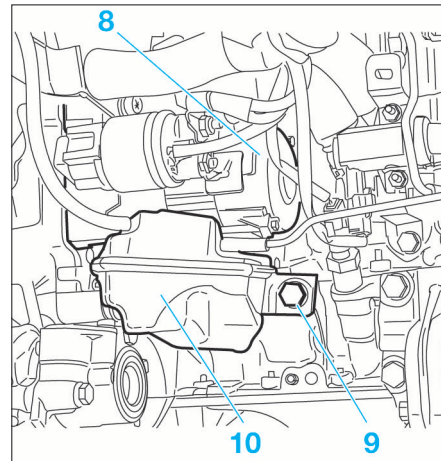
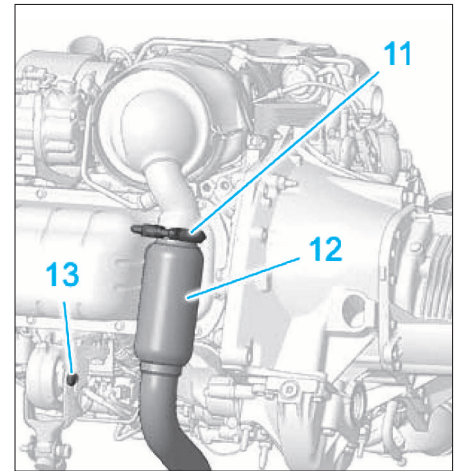
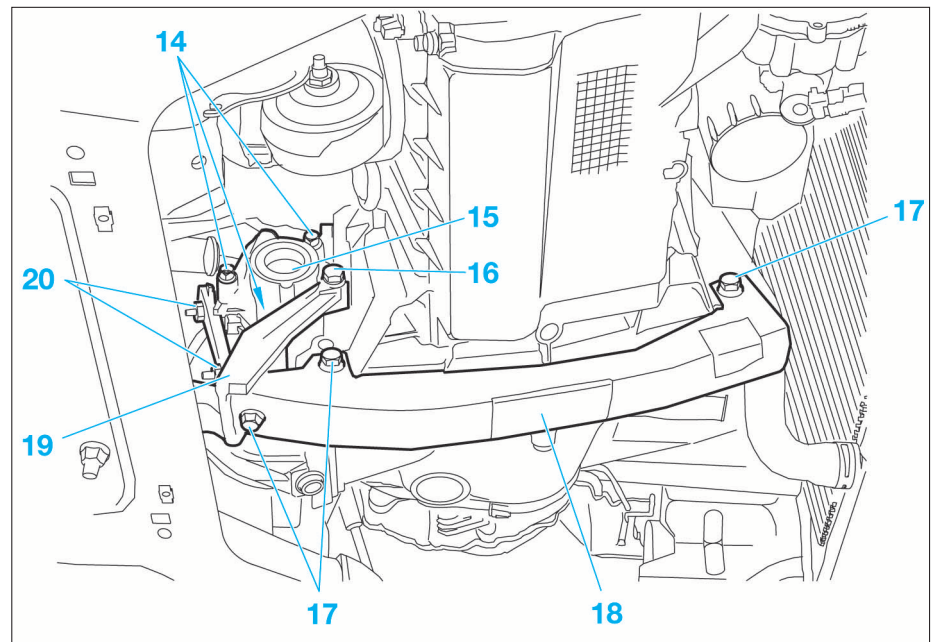

FIG. 3
FIG. 4
FIG. 5
- Déposer le support des commandes de vitesses (5).
- Déposer (Fig.3) :
- le démarreur (8)
- la vis (9) (suivant la motorisation)
- Déplacer la réserve de vide (10).
- Déposer (Fig.4) :
- le collier d'échappement (11)
- le flexible d'échappement (12)
- la vis (13)
- Déposer (Fig.5) :
- les 3 vis (17)
- l'impacteur (18)
- la vis (16)
- les 2 écrous (20)
- l'impacteur arrière (19)
- les 3 vis (14)
- le boîtier tachymétrique (15)